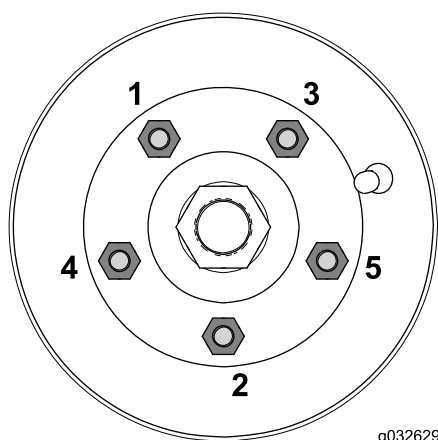

図 84
9.0-11.8 kg.m = 65-85 ft-lb にトルク締めする図 84。